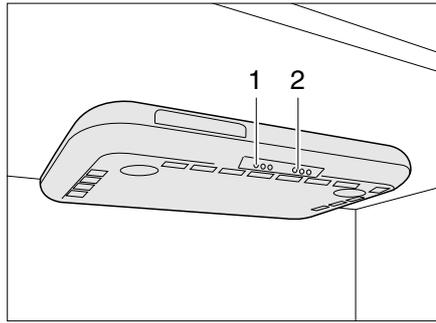

Bild 208 Dunstabzug
- Den Dunstabzug mit dem Schalter (Bild 208,1) ein- und ausschalten.
- Die Kochstellenleuchten mit dem Schalter (Bild 208,2) ein- und ausschalten.